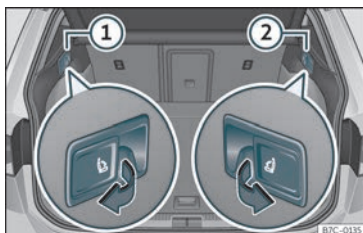

Fig. 108 Na bagageira: alavancas para desbloqueio à distância* das partes esquerda ① e direita ② do encosto traseiro.
- Puxe o manípulo de desbloqueio »» Fig. 108 da parte do encosto que deseje rebater.